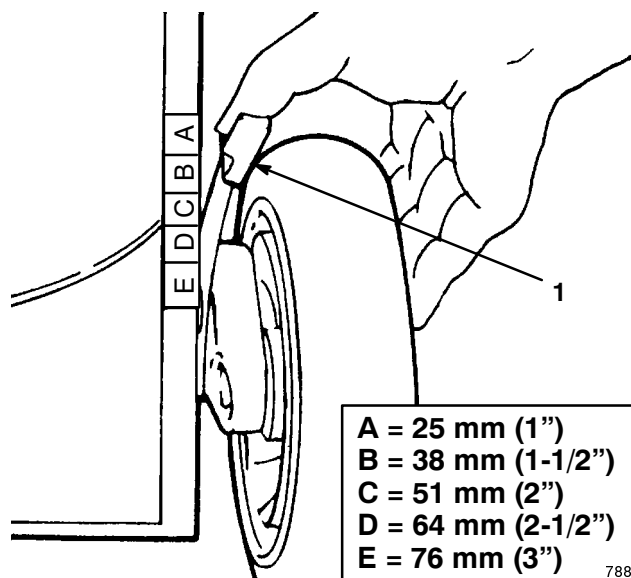

Figure 15
3. Régler sur *E* la position de hauteur de coupe des quatre roues (Fig. 15).
Cinq hauteurs de coupe différentes sont prévues (Fig. 15). Pour la tonte normale, régler les quatre roues à la même hauteur.
4. Serrer la manette de réglage vers la roue et la placer dans la position souhaitée (Fig. 15). S'assurer que le goujon de la manette s'engage bien dans le trou du support.